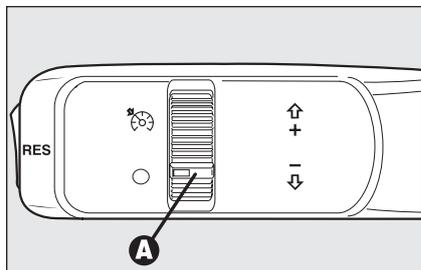

fig. 50
Ruotare la ghiera **A-fig. 50** su .
- ruotare la ghiera **A-fig. 50** su  e premendo il pedale dell'acceleratore portare la vettura alla velocità desiderata;
- ruotando la ghiera **A-fig. 50** su **O**;
In caso di funzionamento difettoso od avaria del dispositivo, ruotare la ghiera A-fig. 50 su O e rivolgersi alla ai Servizi Autorizzati Alfa Romeo dopo aver verificato l'integrità del fusibile di protezione.